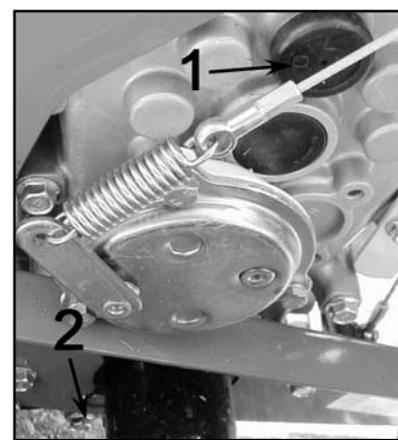

Figure 8
- Enlevez le bouchon de remplissage d'huile (1, Figure 8). Si le niveau est correct, l'huile doit affleurer le point bas du logement du bouchon. S'il manque de l'huile, remettez une huile pour transmission 80W90 API GL4.
- L'huile doit être échangée au première 20 heures d'utilisation, puis toutes les cent heures. La vidange se fait par le bouchon de vidange (2, Figure 8).